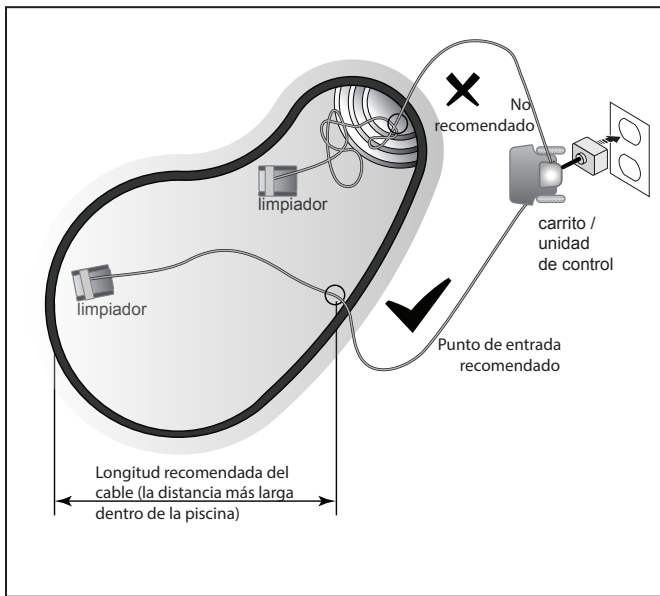

Figura 13. Para lograr un patrón óptimo
- Distribuya el cable flotante por la piscina, asegurándose de que no haya nudos o esté enroscado (vea la figura 13).
**NOTA:** Para lograr un patrón óptimo y reducir los enredos, el cable flotante debe entrar al agua aproximadamente a la mitad de la longitud de la piscina. Solo coloque suficiente cable en el agua para que llegue al punto más alejado de la piscina (consulte la Figura 13).